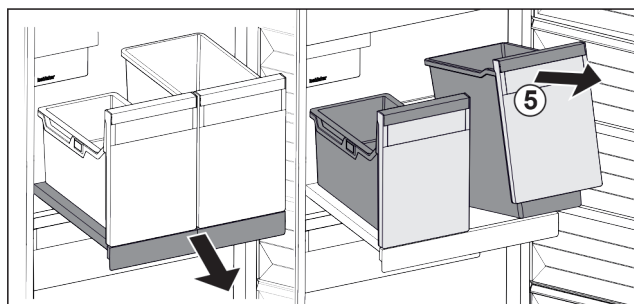

Fig. 100
- Unie3c pojemnik Fig. 100 (5) z przodu.